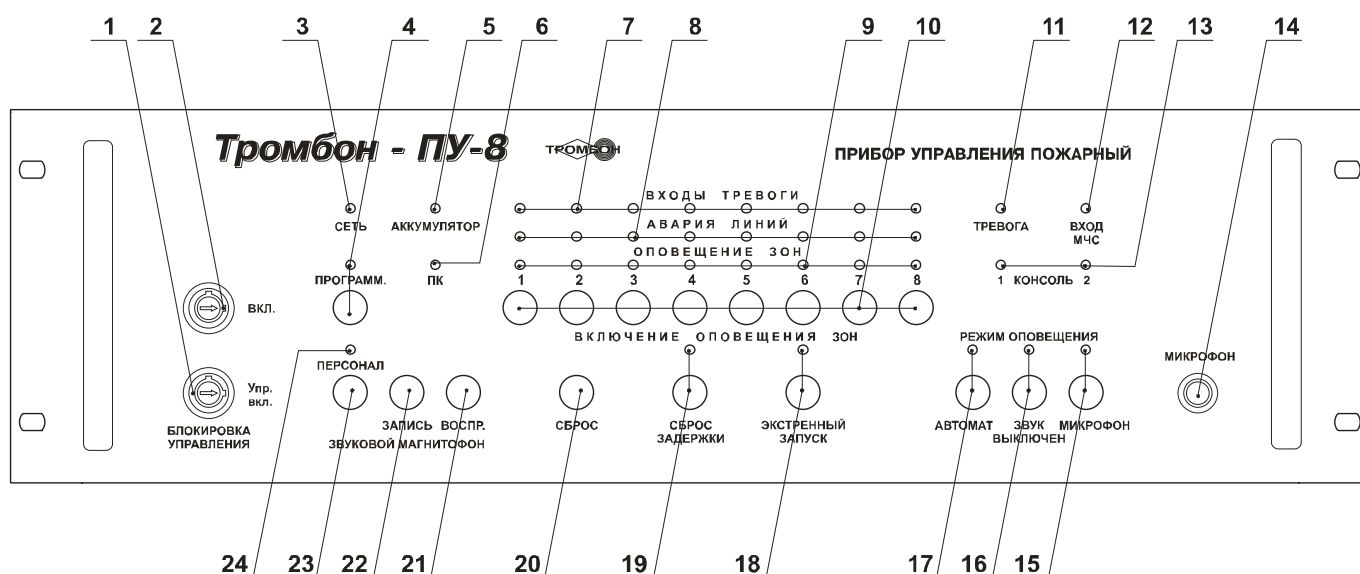

Рис. 1. Внешний вид ППУ «Тромбон – ПУ-8» и расположение органов управления и индикации.
- Любое другие значения сопротивления линии связи, отличные от указанных, воспринимается Прибором как авария линии связи на соответствующем входе. ППУ при этом зажигает на передней панели соответствующий индикатор аварии линий (рис. 1, поз. 8) и периодически издает звук зуммера.
Порог исправности линий, заданный изготовителем, составляет $\pm 12,5\%$ от сохраненного значения, полученного при инсталляции. В случае отклонения сопротивления линии на большую величину Прибор зажигает на передней панели соответствующий индикатор «Авария линий» (рис. 1, поз. 8) и периодическими звуками зуммера привлекает внимание оператора. Неисправные линии в дальнейшей работе Прибором не используются.